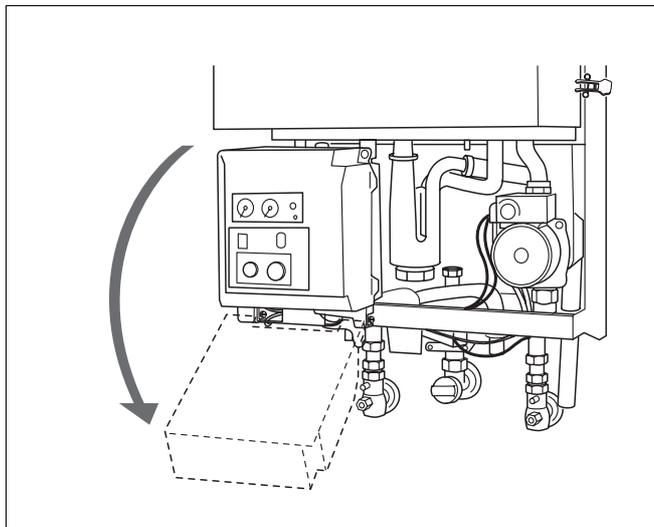

Abb. 7 UBA-Gehäuse herunterklappen
Die Stromversorgung erfolgt über das Netzkabel an einer fest installierten Schutzkontakt-Steckdose (Abb. 7).
- Kreuzschlitzschraube (Abb. 7) am UBA-Gehäuse lösen.